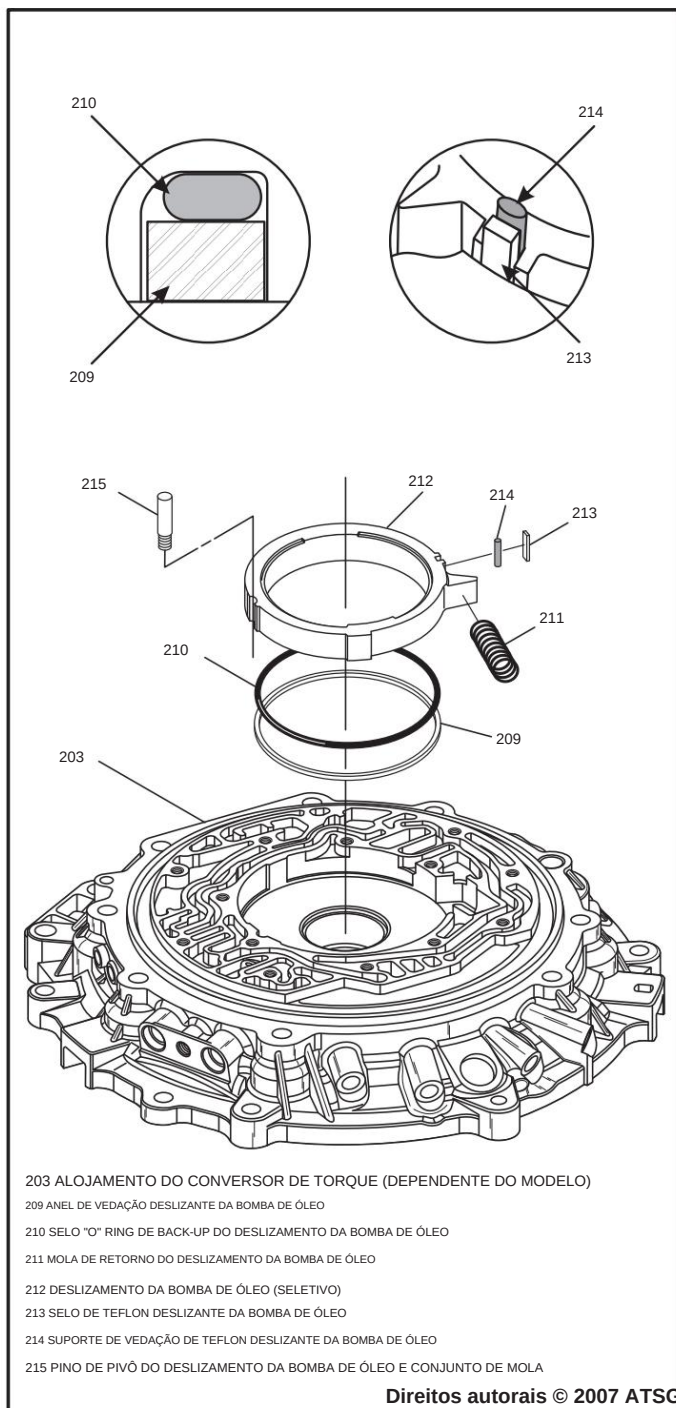

Figura 69
28. Instale o pino de articulação e a mola da corredeira da bomba, conforme mostrado na Figura 69.
29. Instale o anel "O" de apoio da corredeira da bomba de óleo (210) e o anel de vedação da corredeira da bomba (209) na ranhura da corredeira da bomba, conforme mostrado na Figura 69, e retenha com uma pequena quantidade de Trans-Jel®.
30. Instale a corredeira da bomba de óleo no compartimento da bomba, conforme mostrado na Figura 69, com o anel de vedação (209) voltado para baixo.
31. Instale a vedação de "Teflon" da corredeira da bomba de óleo (213) puxando a corredeira em direção ao pino de articulação da bomba e deslizando a vedação para baixo entre o suporte da vedação deslizante (214) e a carcaça do conversor, conforme mostrado na Figura 69.
32. Instale a mola deslizante da bomba de óleo, conforme mostrado na Figura 69, usando uma chave de fenda ou ferramenta de instalação.